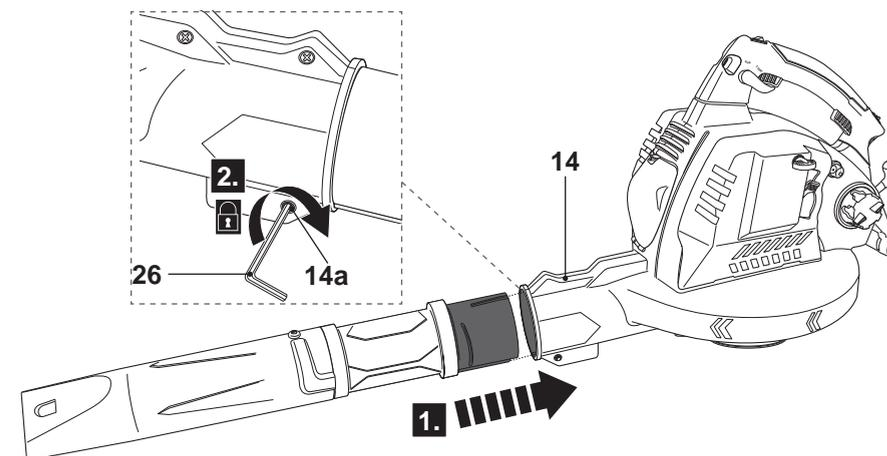

Fig. 3
- > Alignez et insérez l'assemblage du tube souffleur dans l'ouverture [14] (Fig. 3, étape 1). Serrez le boulon de fixation [14a] à l'aide de la clé hexagonale [26] pour fixer le raccordement (Fig. 3, étape 2).